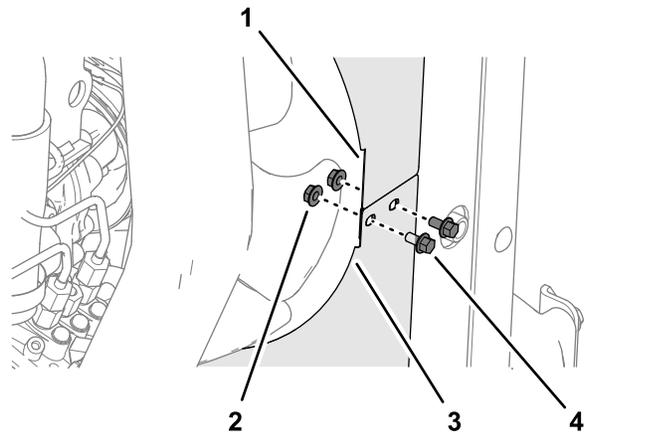

Figura 37
8. No lado esquerdo da máquina, monte os resguardos da ventoinha superior e inferior (Figura 37) com dois parafusos de cabeça flangeada ($\frac{1}{4}$ pol. x $\frac{1}{2}$ pol.) e duas porcas flangeadas serradas ($\frac{1}{4}$ pol.).